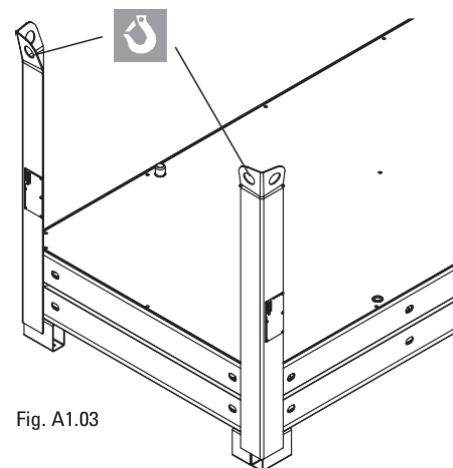

Fig. A1.03
2. Поставете следващите елементи с равната повърхност нагоре в конзолата за палетиране. (Fig. A1.03)